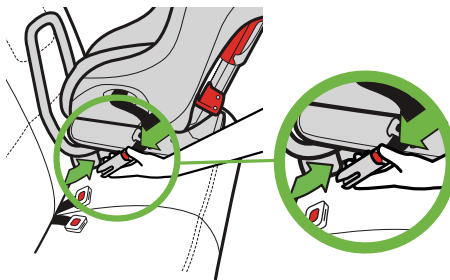

Figura 58
- Mantenga oprimido el botón rojo de soltar al mismo tiempo que tira de los conectores LATCH a presión, como se muestra en la **figura 58**.